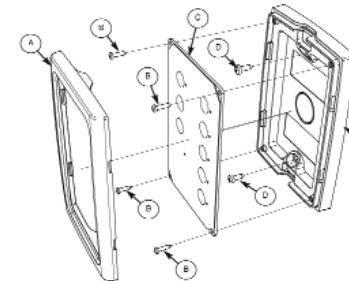

fig.1
#### INSTALLATION SELECTEUR (fig.1)
- Enlevez le bâti (PARTIE A Fig.1) fixé à pression
- Enlevez le clavier complète de la carte électronique en desserrant le 4 vis (PARTIE B fig.1)
- Fixez la base avec les vis appropriés (PARTIE D Fig. 1) au support où il sera positionné, en utilisant les faites exprès boutonnières.
- Seulement pour la version standard, percez la base (PARTIE E Fig. 1) pour permettre le passage des câbles.